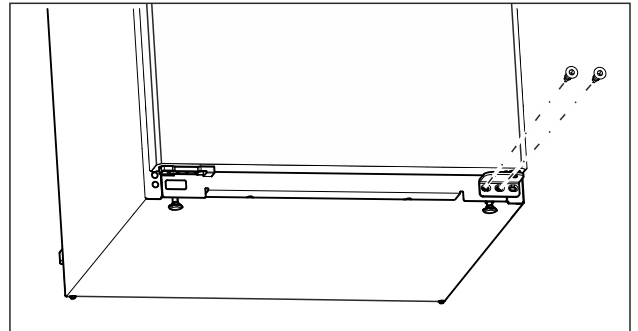

Fig. 14
- ▶ Na spodnjem ležajnem podstavku z izvijačem Torx 20 odvijte sredinski vijak. (glejte Fig. 14)
- ▶ Na spodnjem ležajnem podstavku z izvijačem Torx 20 odvijte notranji vijak. (glejte Fig. 14)